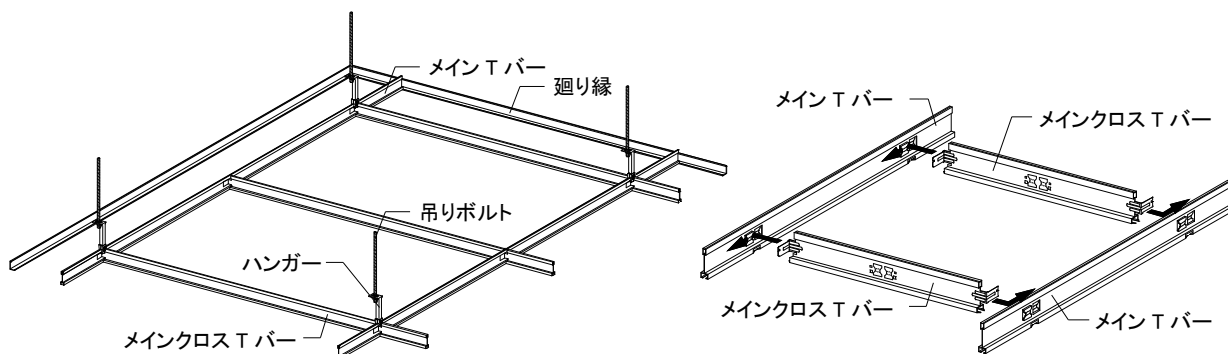

図2-4-3 Tバーの取付け③(メインクロスTバー設置)
④メインクロスTバーをメインTバーにジョイントする。設置時は以下の点に留意すること。
- 1) メインTバーのジョイント孔(メイン孔)にメインクロスTバー端部のジョイントツメをスライドさせて差し込む。(図2-4-3 参照)